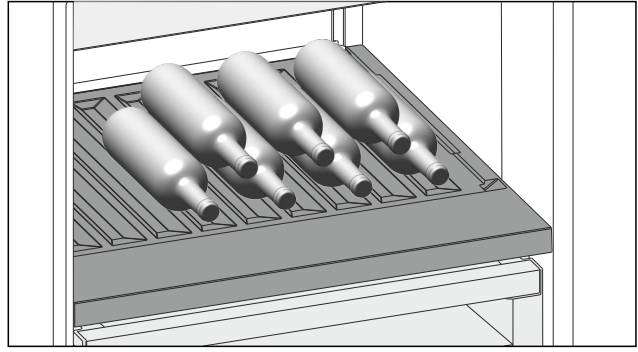

Fig. 131
- Şişeleri, tabanları arkaya, arka panele gelecek şekilde yerleştirin. (bkz. Fig. 131)